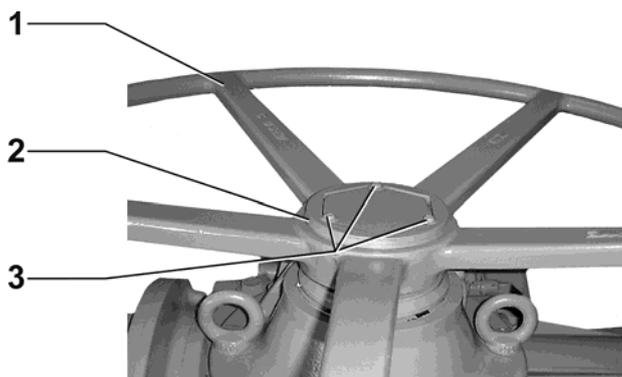

Рис. 6.2: Маховик в смонтированном состоянии
- Наденьте маховик (1) на шестигранную ступицу так, чтобы кольцо маховика было направлено вверх.
- Положите компенсационные пластины (2) так, чтобы они были вровень с шестигранной ступицей.
- Закрепите маховик с компенсационными пластинами тремя винтами с шайбами (3) (см. рис. 6.2).